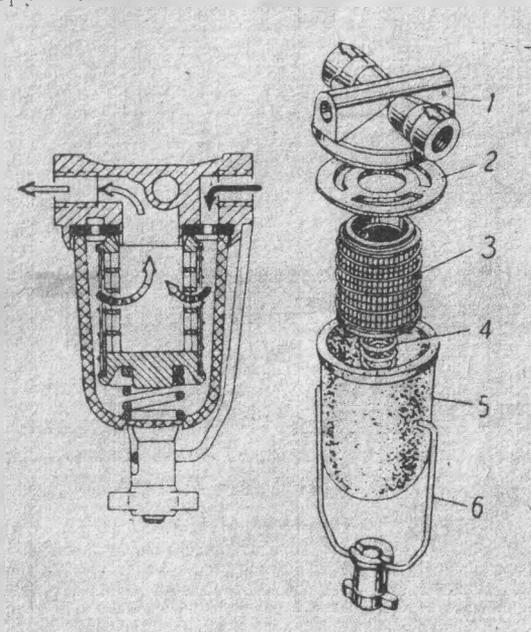

Рис. 15. Фильтр тонкой очистки топлива.
**Фильтр тонкой очистки топлива** (рис. 15) установлен перед карбюратором. Бензин, подаваемый насосом, поступает в стакан-отстойник, где часть примесей выпадает в виде осадка. Затем бензин фильтруется, проходя через сетчатый фильтрующий элемент 3.